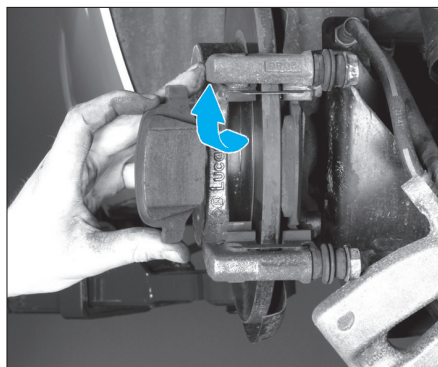

Fig. 17
- Déposer les plaquettes usagées comme illustré (Fig.17).